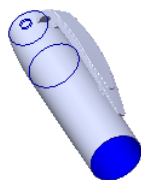
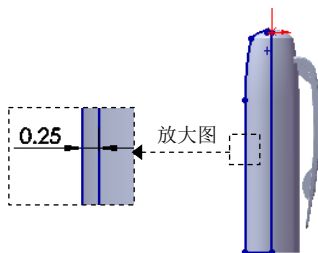

图 3.31.29 切除-旋转 1
图 3.31.30 横断面草图
Step23. 创建图 3.31.29 所示的零件特征——切除-旋转 1。选择下拉菜单 **插入(I)**  **切除(C)**  **旋转(R)**  命令（或单击“特征(F)”工具栏中的  按钮）；选取前视基准面作为草图基准面，绘制图 3.31.30 所示的横断面草图（使用  **等距实体(O)** 命令来绘制横断面草图）；采用草图中绘制的中心线作为旋转轴线；在 **旋转参数(R)** 区域的下拉列表中选择 **单向** 选项，在 **旋转参数(R)** 区域的  文本框中输入数值 360.0；单击对话框中的  按钮，完成切除-旋转 1 的创建。